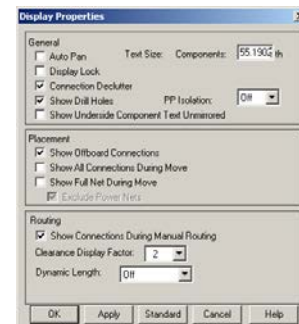

Рис. 15. Настройка отображения зазоров.
36. В появившемся на экране диалоговом окне Display Properties (рис. 15) в поле Routing в выпадающем списке Clearance Display Factor выберем значение 2.